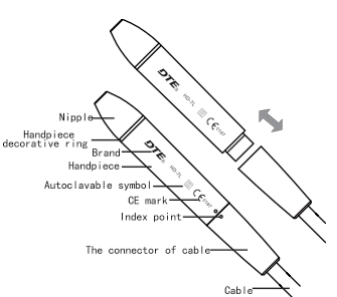

図1
- 2.1.3 プラグの下部ジャックが正しく嵌まっていることを確認し、ハンドピースをケーブルに正しく固定してください。(図1)